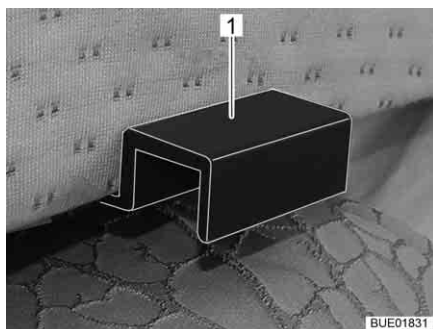

Fig. 127 Fixation du coussin supplémentaire
- Accrocher le coussin supplémentaire avec les fixations (Fig. 127,1) dans les caches des lits simples de manière à ce qu'il se forme un couchette complète.